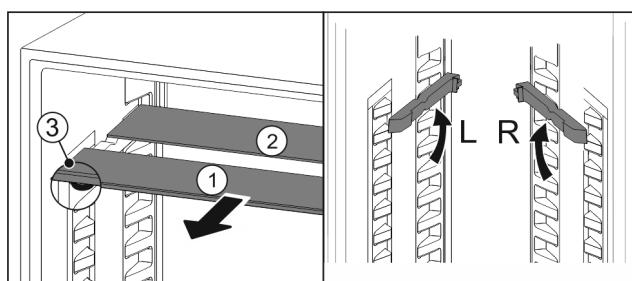

Fig. 127
- Steklene plošče posamično izvlecite Fig. 127 (1) naprej.
- Steklena plošča Fig. 127 (1) z okrasno letvijo je spredaj.
- Zaustavljalniki Fig. 127 (3) so obrnjeni navzdol.